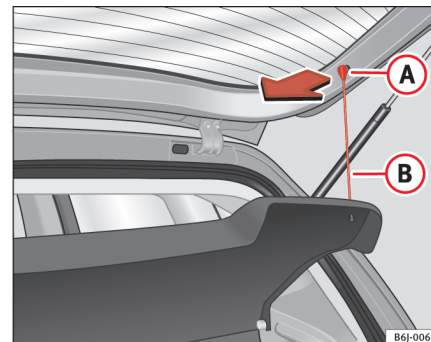

Fig. 84 Plage arrière
- Décrocher les tirants ⇒ fig. 84 (B) de leurs logements (A)